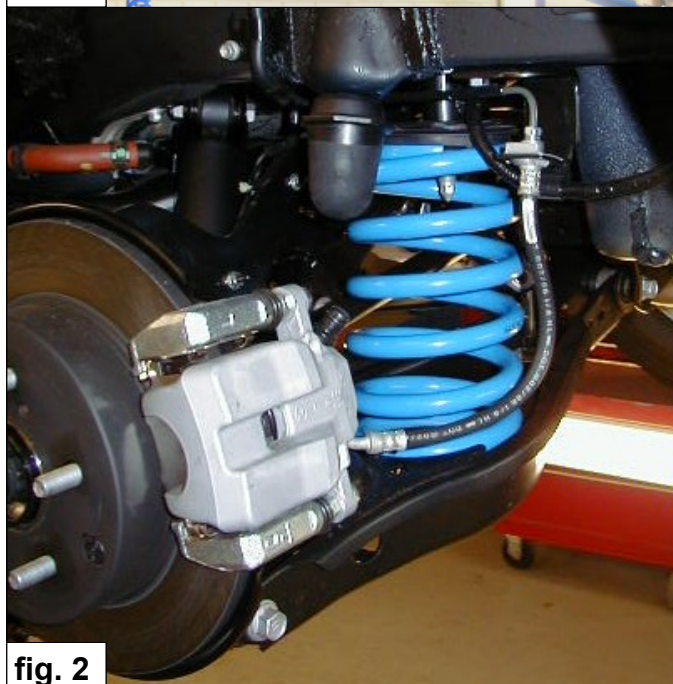

fig. 2
4. Monteer de M.A.D. vervangende hoofdveer en zorg dat het bovenste windinguiteinde naar het wiel wijst. Zie fig. 2+3